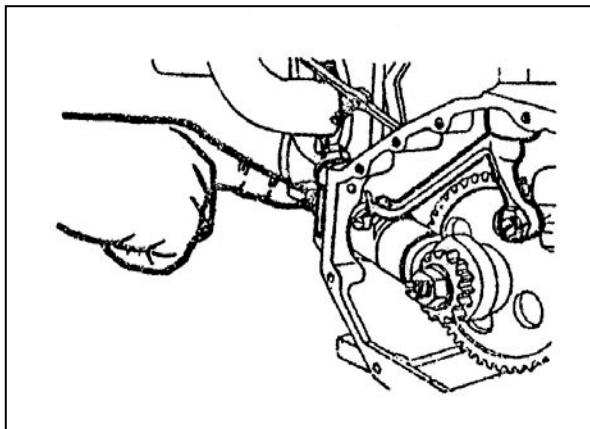

Рис. 8.1
- При установке наклонной направляющей вилки убедитесь, что шарик на раме впрыскивающего насоса вставлен в паз наклонной направляющей вилки, а задняя часть рамы защищает корпус впрыскивающего насоса на 5~6 мм (Рис. 8.1).